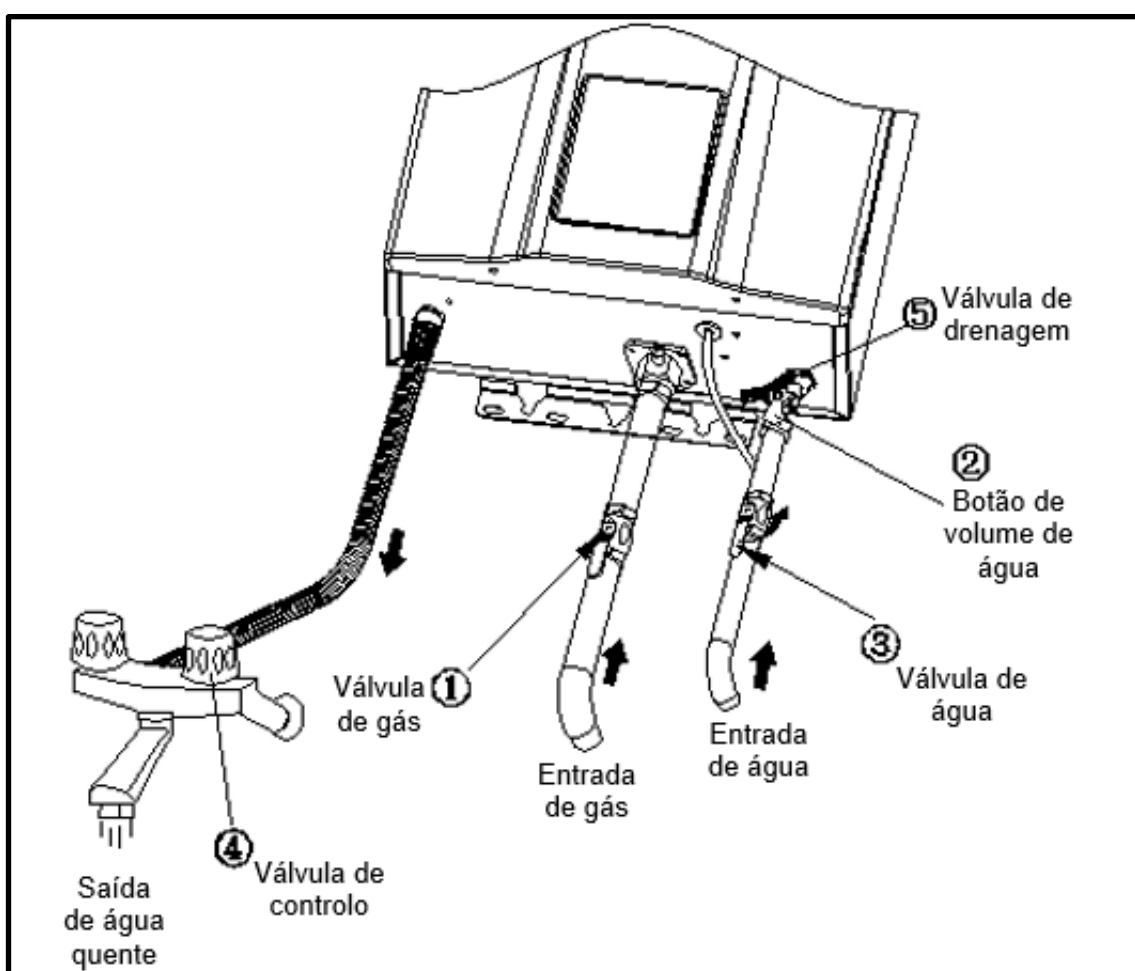

Fig. 14
1. Após cada utilização, drene a água residual dentro do esquentador para evitar o congelamento de água, quando a temperatura ambiente estiver próxima ou abaixo de 0°C, siga as instruções (Fig. 14)
2. Feche a válvula de gás ①
3. Rode o botão de temperatura da água ② para a posição “low” (baixa) ou rode o botão de volume de água para a posição “large” (grande) (nível).
4. Feche a válvula de água fria ③, se uma válvula estiver instalada no circuito de água quente, abra-a.
5. Se houver uma válvula de controlo ④ na saída de água quente, abra-a.
6. Rode a válvula de drenagem ⑤ e retire-a, volte a colocá-la depois da água residual ser completamente drenada.